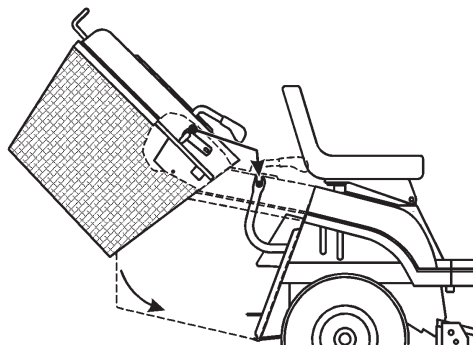

Bild 42
1. Kippen Sie das Heckfangsystem mit beiden Händen nach vorne (Bild 42).
2. Kippen Sie das Heckfangsystem ungefähr 40 Grad nach vorne. Schieben Sie es dann auf die Stützschielen hinten am Traktor (Bild 42).